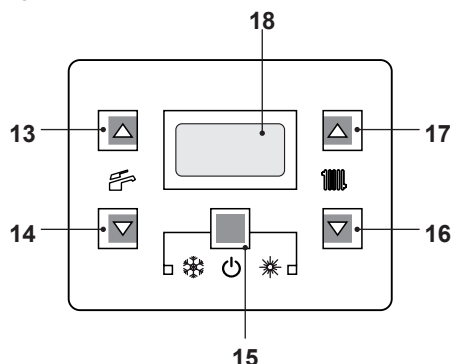
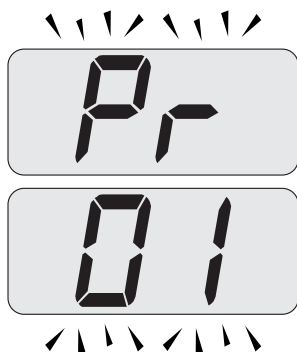

Figura 5.30
Figura 5.31
- Entrare in "modalità programmazione" premendo contemporaneamente per 10 secondi i tasti 15 - 16 - 17 (Figura 5.30) fino a far apparire sul display LCD le lettere **Pr** che si alternano con il codice **01**, indicanti l'entrata nel "parametro 01" (Figura 5.31).
- Premere contemporaneamente i tasti 15 e 17 (Figura 5.30) fino a far apparire sul display LCD il valore del parametro 15 (Figura 5.33).
- Premendo il tasto 15 (Figura 5.30) si ottiene la conferma del valore inserito.
- Premendo contemporaneamente i tasti 15 e 16 (Figura 5.30) si esce senza modificare il valore (ritorno alla lista parametri Figura 5.32)
- Premendo contemporaneamente per 10 secondi i tasti 15 - 16 - 17 (Figura 5.30) si esce dalla "modalità programmazione".
Comunque se la temperatura ambiente non dovesse essere confortevole si può aumentare o diminuire la temperatura di mandata dell'impianto riscaldamento di  $\pm 15^\circ\text{C}$  agendo sui tasti 16 (diminuzione) e 17 (aumento) (Figura 5.30).